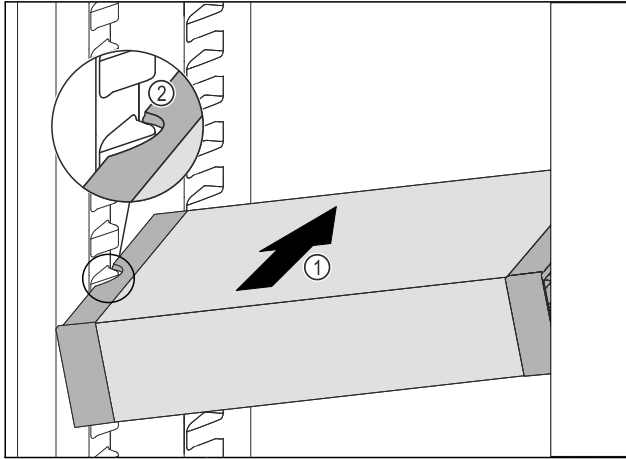

Fig. 75
- ▶ VarioSafe wsunąć ukośnie do chłodziarki Fig. 75 (1), aż boczne wycięcia Fig. 75 (2) VarioSafe będą się znajdować na wysokości żeber pojemnika w chłodziarce.